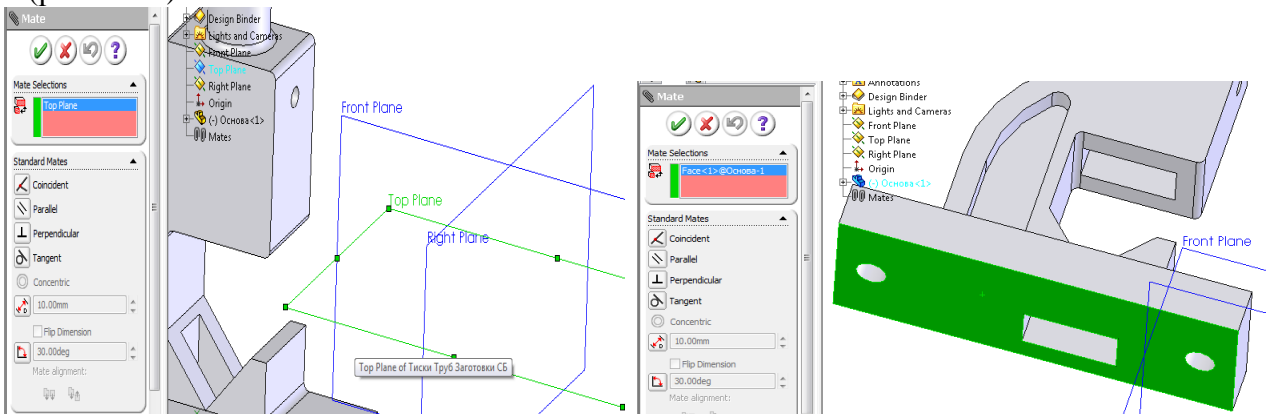

Рис. 7.2.7. Вирівнювання грані основи з площиною СВЕРХУ
3. Запустіть інструмент СОПРЯЖЕННЯ . За допомогою взаємозв'язку СОВПАДЕНИЕ вирівняйте нижню площину основи з площиною СВЕРХУ (TOP PLANE) (рис. 7.2.7).